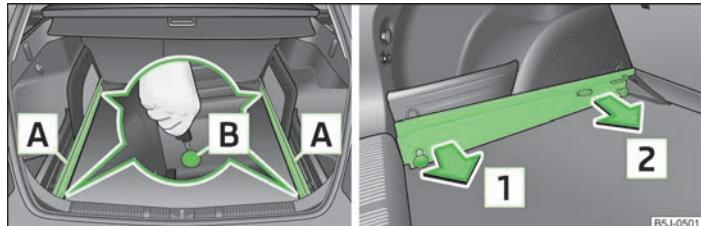

Fig. 52 Aflojar los puntos de seguridad/retirar los carriles portantes
- › Soltar los puntos de retención **B** » fig. 52 en las guías portantes con la llave del vehículo o con un destornillador plano.
- › Presionar los dos puntos de fijación **B** » fig. 52 en cada guía portante hasta el tope.